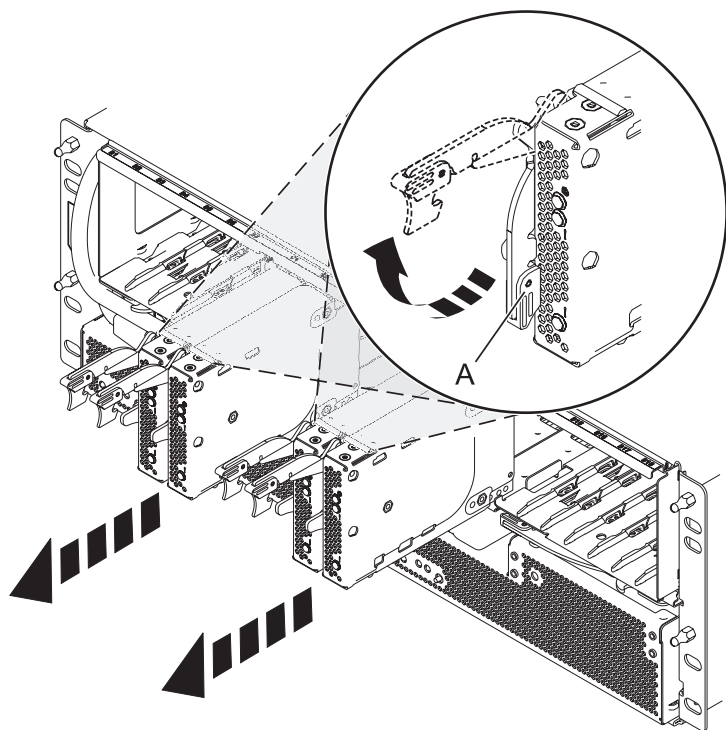

Figura 82. Extracción de la tarjeta de puerto de la placa posterior
5. Extraiga las tarjetas de puerto y los paneles de relleno como se muestra en Figura 82.
- a. Sujete la parte final del asa de retención (A) y tire hacia arriba, para desbloquear la tarjeta del puerto.